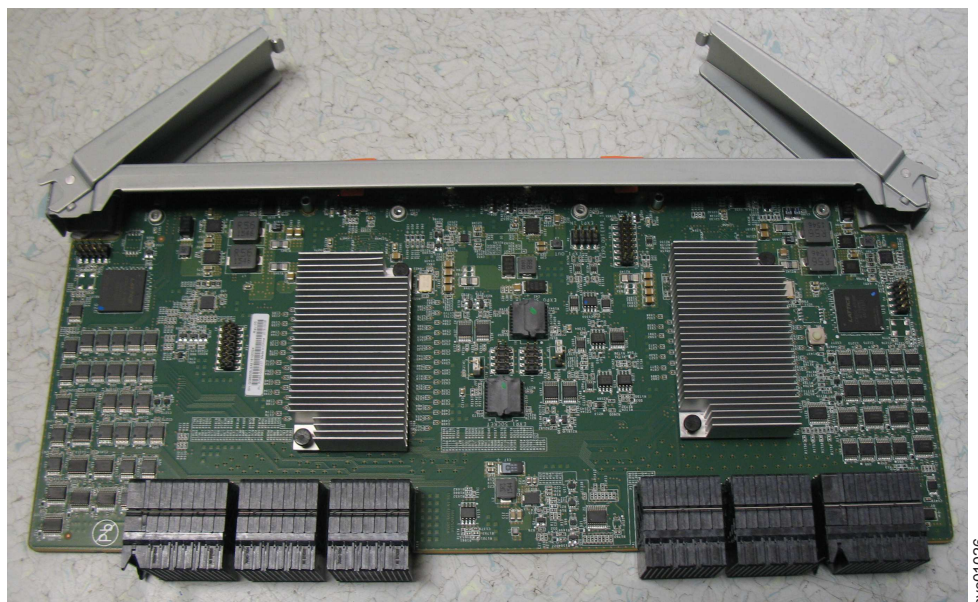

图 117. 从机柜中卸下的辅助扩展模块
5. 将辅助扩展模块放在安全的位置，如第 118 页的图 117 中所示。